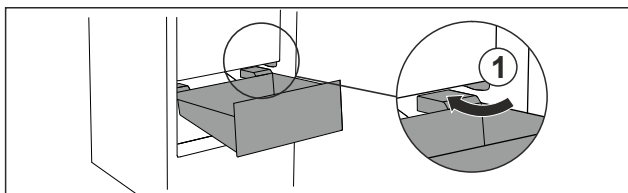

Fig. 84
- Zásuvku ved'te šikmo podél zářez Fig. 84 (1).